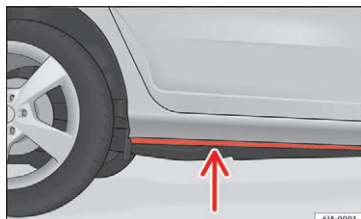

Fig. 178 Kørsel gennem vand på vejen
- Inden du kører gennem vand, skal du finde ud af, hvor dybt det er. Vandstanden må maksimalt nå op til kanten af dørpanelet » Fig. 178.